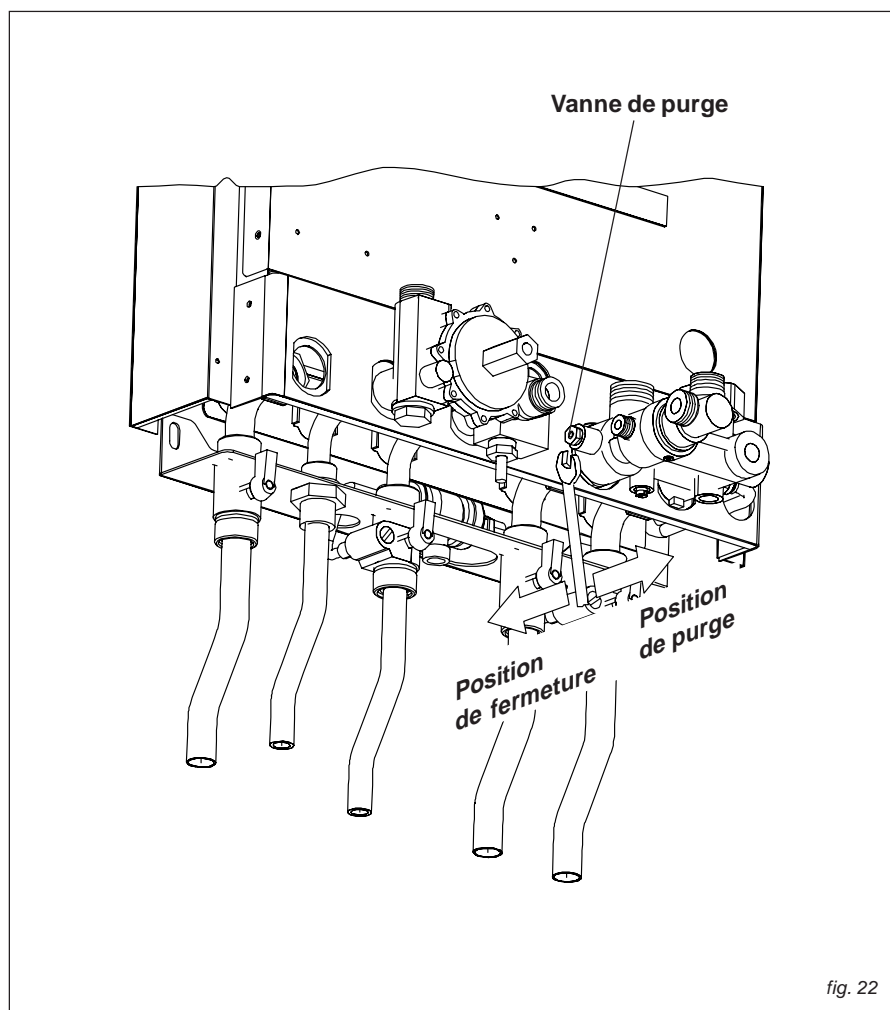

fig. 22
- ouvrir progressivement les robinets de remplissage (voir fig. 22) en vérifiant le bon fonctionnement du purgeur automatique de la chaudière et de ceux montés, éventuellement, sur l'installation;
- fermer les robinets de remplissage et laisser à nouveau s'échapper l'air contenu dans la chaudière par sa propre vanne de purge prévue sur la vanne trois voies (fig. 22).